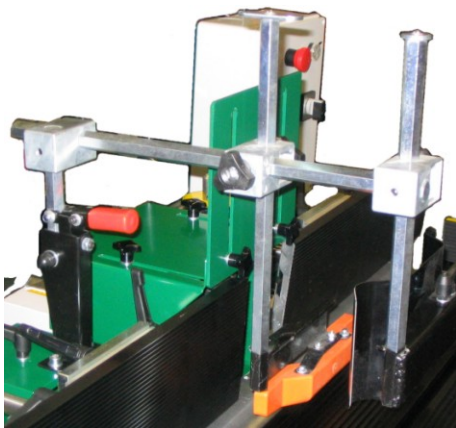

Bild 3
Montera på anhåll pos 1-12, bild 3 och 4. Anhållet kan monteras i två positioner. Är Du osäker vilken position som passar dig, välj det bakre läget. Lägga en linjal mot de bägge anhållen och justera klossen pos 7 så att anhållen är i linje,
Montera frontskydd, pos 27, bild 3